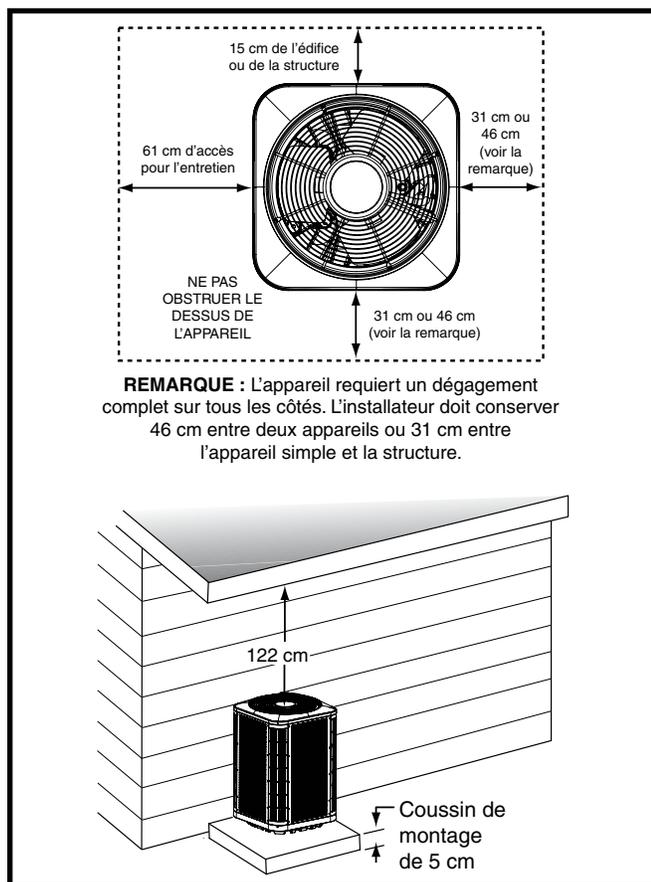

Figure 1. Dégage­ments requis
- Les obstacles aériens, les zones mal aérées et les zones propices à l'accumulation de débris sont à proscrire. Consultez la Figure 1.
- Un dégagement suffisant pour permettre à l'air de circuler sans obstruction à travers le serpentin extérieur doit être maintenu pour obtenir le rendement nominal. Voyez la Figure 1 pour les exigences relatives au dégagement minimal.
- Les dégagements doivent respecter ceux qui sont illustrés à la Figure 1.
- Une dalle de montage adéquate doit être installée et séparée de la fondation de l'édifice. La dalle doit être au niveau et assez résistante pour supporter le poids de l'appareil. La dalle doit être au moins 5 cm au-dessus du sol et offrir un drainage adéquat. Voyez la Figure 1.